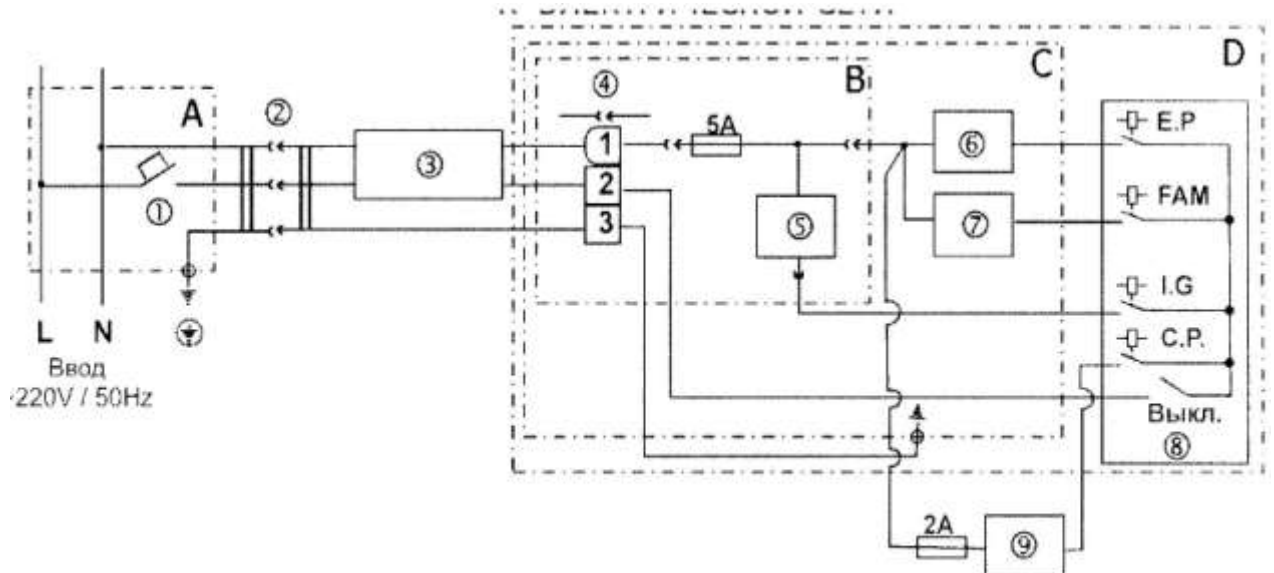

Рис. 34.1.
### 2. Подключение котла к электрической сети. (Рис. 34.1.)
2.1. Подключение котла к электрической сети отапливаемого объекта выполняется, как показано на схеме подключения котла к электросети (см. рис. 34.1. и рис. 35.2.).
должно питаться от одного источника электроэнергии и выключаться при помощи одного выключателя (см. рис. 34.1.).
3.3. Подачу электропитания на котел выполняет электрический соединитель, состоящий из розеточной и вилочной частей, см. рис. 34.1. поз. 2, и рис. 35.2. Включение/выключение электропитания автоматики котла выполняет выключатель на блоке управления. Однако, когда выключатель на блоке управления находится в положении "Выключено", электропитание продолжает обеспечивать работу узла безопасности котла.
*Примечание.* Проверка подключения электровилки к электророзетке проверяется по фазовой линии от электророзетки до электрической части котла. В комплекте котла поставляется электрошнур с электровилкой с зануляющим контактом с одной стороны и с разъемным соединением 3PIN с другой стороны. Контакт "2" разъемного соединения 3 PIN (см. поз.4 на "Схеме подключения котла к электрической сети", рис. 34.1.) через питающий провод соединяется с штифтом "L" электровилки (см. рис. 35.2.). Штифт "L" электровилки соединяется с гнездом "L" электророзетки.